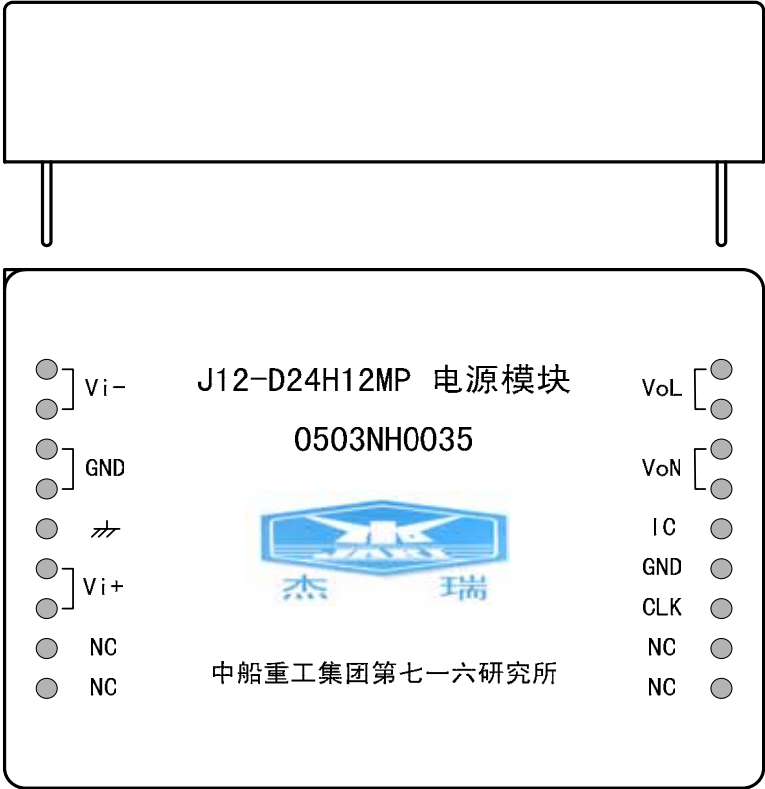

图 2：插针位置图
电源模块通过插针与外界产生电气连接。插针的引脚定义参见表 1 的说明。插针位置参见图 2 所示。
- 2) 放大器提供两路独立的脉冲宽度调制（PWM）输出，可以单独使用，也可以作“H”桥使用。典型应用电路见图 2。